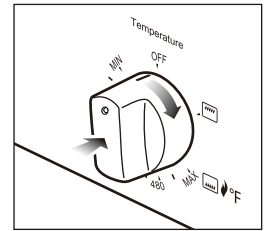

Fig.4
2) Tournez le bouton position , Fig.4. Le four s'enflamme automatiquement et s'allume Dans les 5,5 secondes; S'il ne peut pas être allumé pour la première fois, il s'enflammera à nouveau après 12 secondes, et 5,5 secondes de lumière; Si répété 3 fois ne peut pas être allumé, Vous devez réinitialiser le bouton pour l'éteindre avant de l'ouvrir.